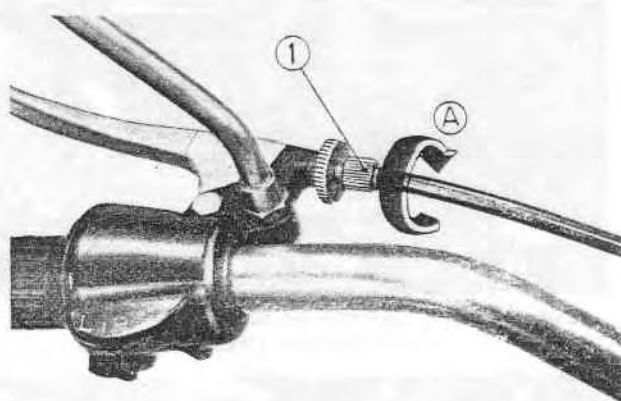

Fig. 19-11 ① Boulon de réglage de câble d'embrayage
- (2) Régler l'embrayage de la façon suivante:
- a. Visser complètement le boulon A de réglage du câble d'embrayage dans la partie fixe de la poignée. (Fig. 19-11)